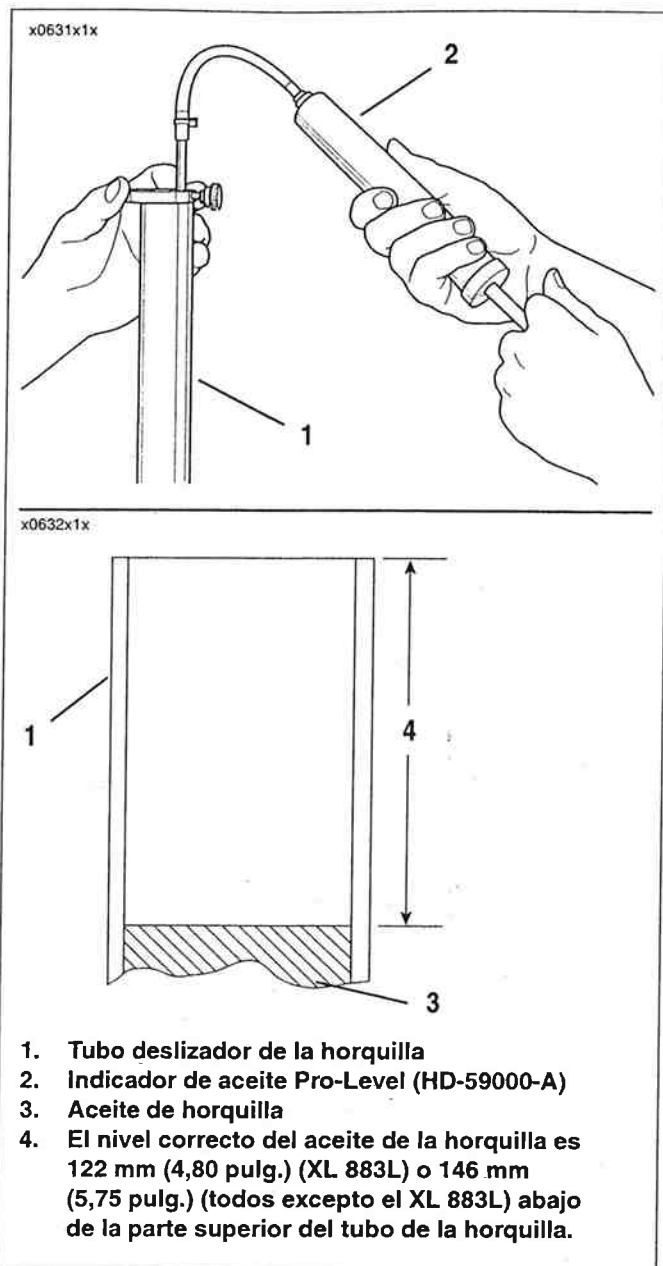

Figura 1-53. Llenado del aceite de la horquilla delantera
3. Vea la Figura 1-53. Usando el indicador de aceite Pro-Level (HD-59000-A), ajuste el nivel de aceite: